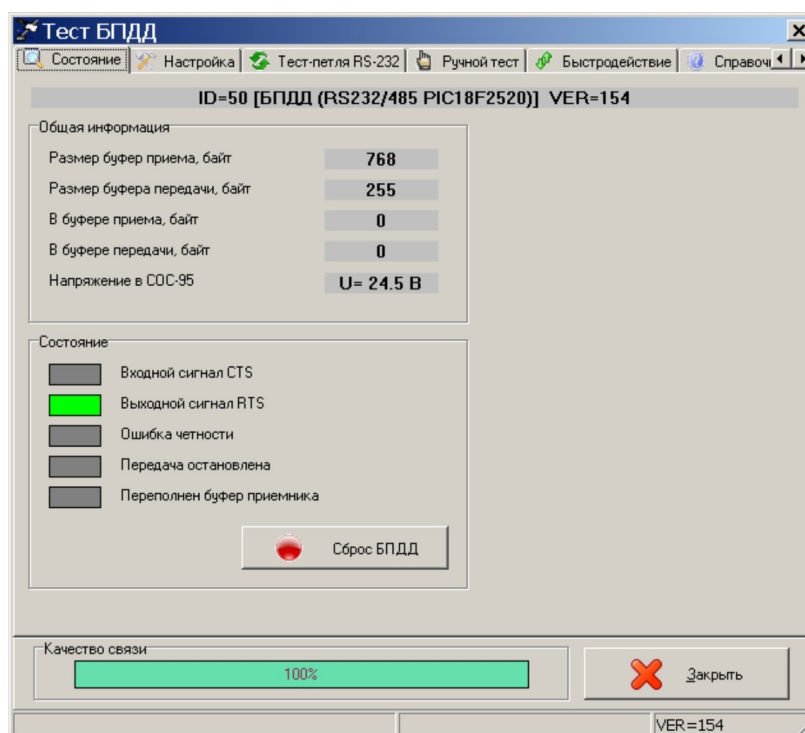

Рисунок 17
- 2) Выбрать в таблице устройств блок «БПДД». В окне «Поиск» выбрать команду «Тест», затем вкладку «Состояние» и проверить отображение значения напряжения питания «Напряжение в СОС-95» (рисунок 17).